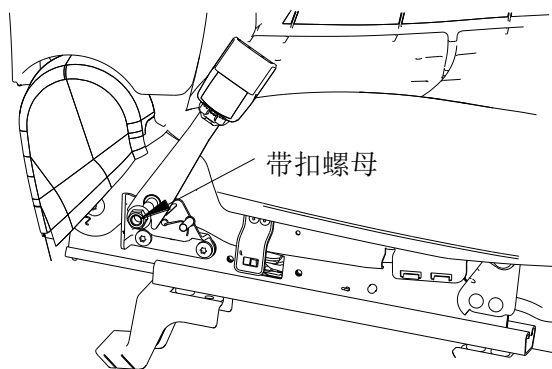

图 1-5
10、拆卸带扣螺母, 然后拆除安全带带扣。螺栓拧紧力矩 42N.m (图 1-5)。